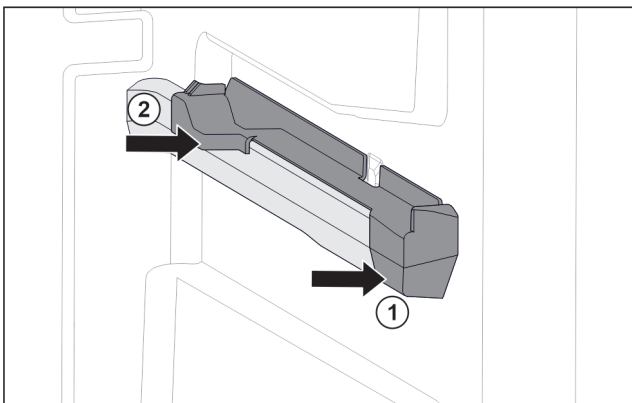

Fig. 119 Påsettingsdel på høyre beholderribbe
- ▶ Sett på påsettingsdel foran på beholderribben. Fig. 119 (1)
- ▶ Trykk på påsettingsdel bak. Fig. 119 (2)